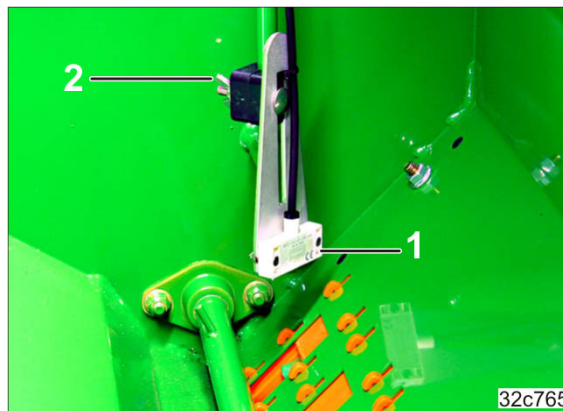

Рис. 145
1. Встановіть висоту рівня наповнення датчика (Рис. 145/1) відповідно до бажаної кількості посівного матеріалу.
2. Затягніть гайку з лапками (Рис. 145/2).